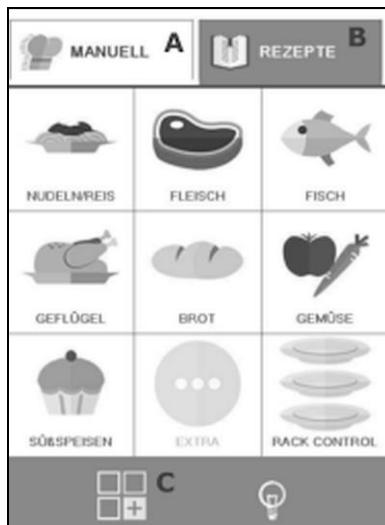

Abb. 9
2. Wählen Sie ein Programm unter „Manuelles Garen“ **A** (Abb. 9) oder im Verzeichnis „Rezepte“ **B** (Abb. 9).
Durch Druck auf die Bedienfläche **C** (Abb. 9) hat man Zugang zum Menü „Funktionen“ (z. B. Erstellen, Importieren und Exportieren von Garprogrammen, Rack Control, Easy Service usw.) und zu Systemeinstellungen des Gerätes.